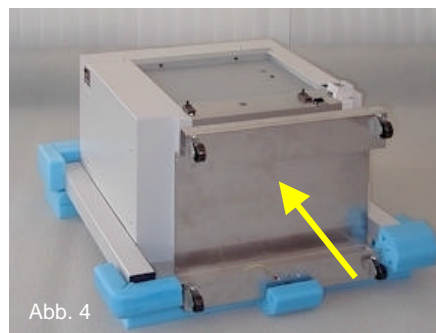

Abb. 4
- Falls das 4-Fach TowerFeed Modell inklusive optionalem Unterstand geliefert wird, diesen herausnehmen (vor dem TowerFeed platziert, Abb. 4).
- Falls der optionale Unterstand auch Bestandteil der Lieferung war, diesen beipacken (Abb. 4)